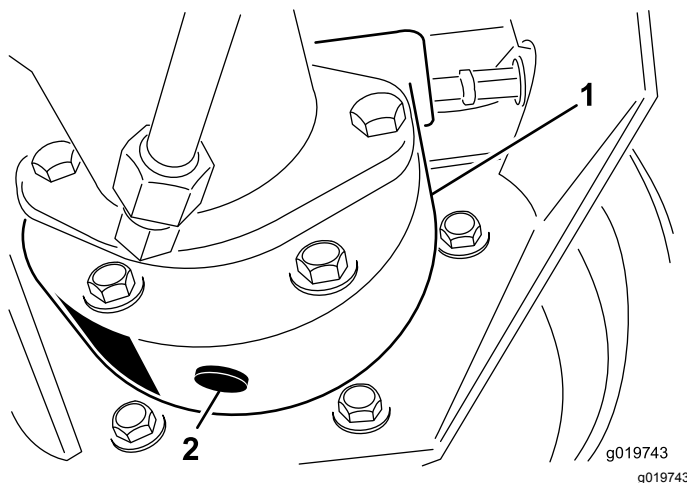

図 83
3. ブレーキハウジングの下に容器を置き、プラグを外してオイルを抜く 図 83。